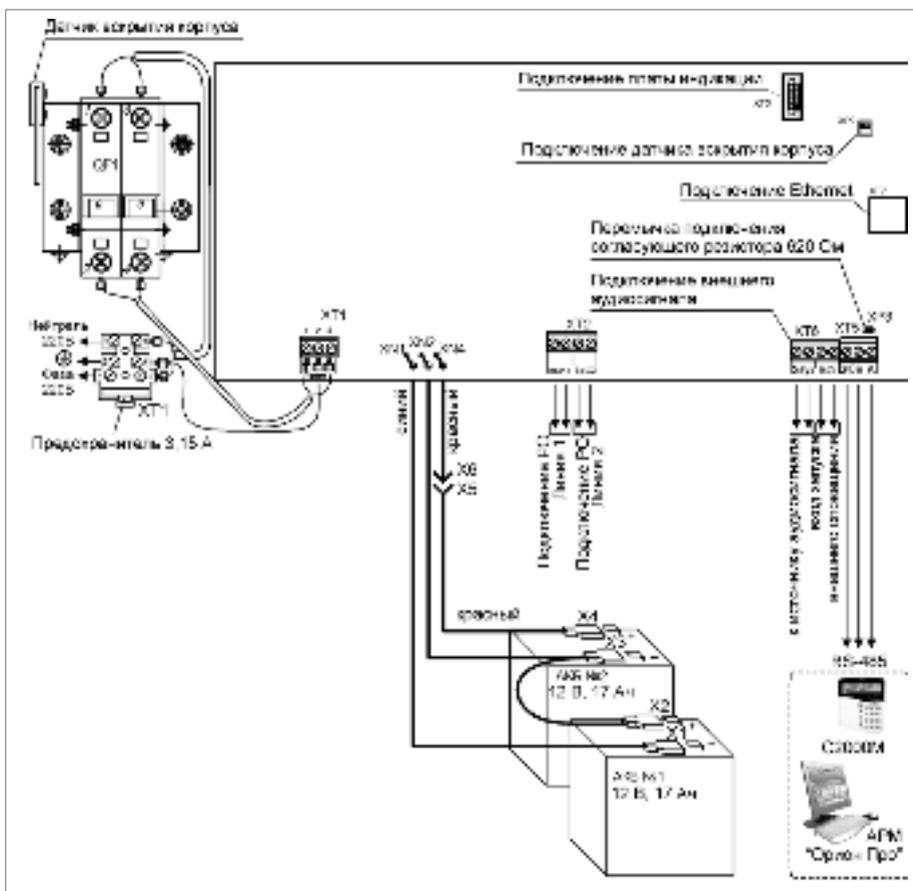

Рисунок 7. Схема внешних соединений модуля «Рупор-200»
2. Схема внешних соединений приведена на рис. 7.